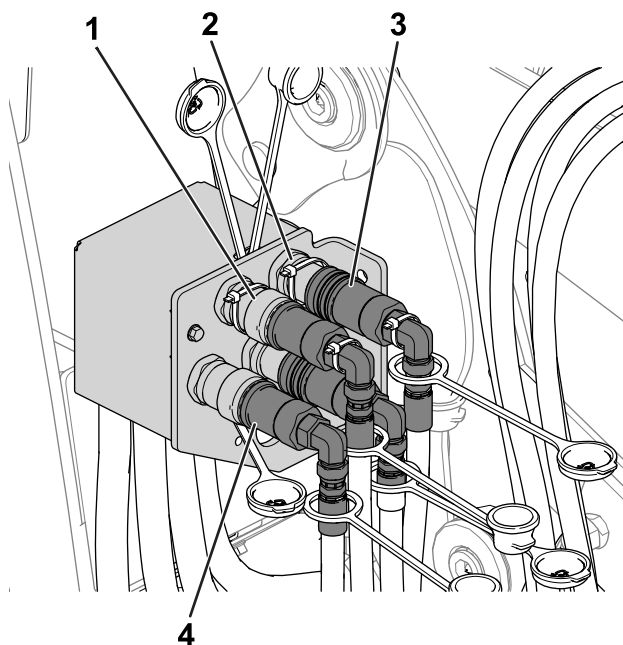

Рисунок 54
5. Выполните следующие действия для подсоединения гидравлических соединителей (Рисунок 54):